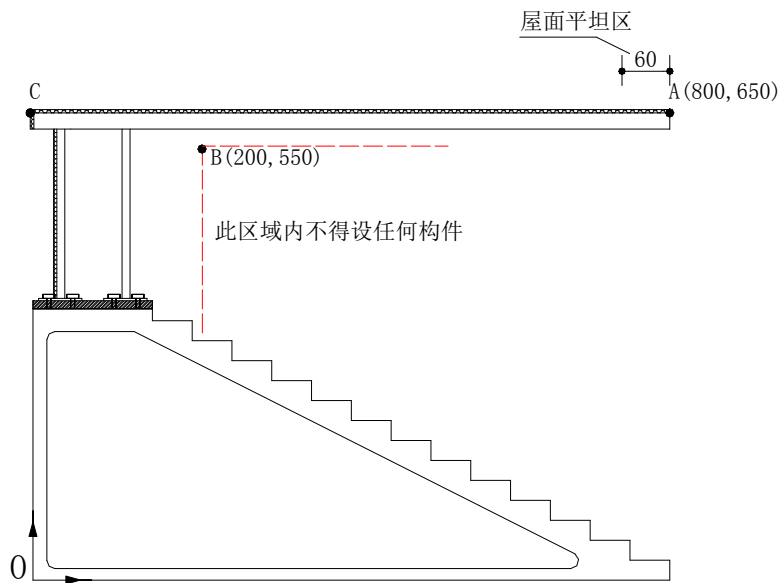

图 4 尺寸限值（图中括号内数字为相对于 0 点的坐标）
- 1) 在距挑篷前缘 60mm 区域内（图 4 中的 A 点附近），必须保证屋面平坦，不得有明显的倾斜和弯曲，以便竞赛过程中的加载与测量；
- 2) 挑篷结构上弦前缘（即图 4 中的 A 点）高度不得低于 650mm，在挑篷结构的下方（即图 4 中 B 点以下以右区域）不得出现任何构件；
- 3) 屋面前缘最低点不得低于后缘的最高点，相当于图 4 中的 A 点高度不低于 C 点。